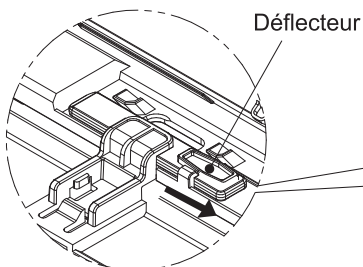

Fig. 22
- 10) Tirez les déflecteurs comme illustrés sur la Fig. 22. Fermez la coque avant comme illustrée sur la Fig. 23. Ensuite en position E, appuyez pour attacher la coque avant comme illustrée sur la Fig. 24.